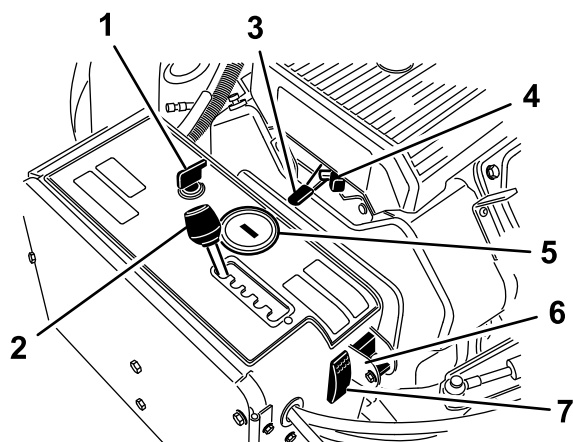

图 14
使用点火开关图 14 以启动和关闭发动机。该开关有 3 个位置
将打孔机间距杆图 14 移到所需的打孔间距或用于行驶的“T”位置。
使用油门杆图 14 可控制发动机转速。向前推动油门杆可提高发动机转速快速位置向后推则降低发动机转速慢速位置。发动机速度用于调节打孔头的速度并控制机器的地面行驶速度。
- 当发动机关闭时小时表/转速计图 14 会显示发动机已经运行的小时数。
发动机冷启动时应使用阻风门图 14。
将开关转到下方的位置可关闭 TrueCore 功能图 14。卸掉螺栓以接触手动地形跟随开关。
如果机器停止运行如机器燃油耗尽 请按系统重置开关 (图 14) 升起打孔头。